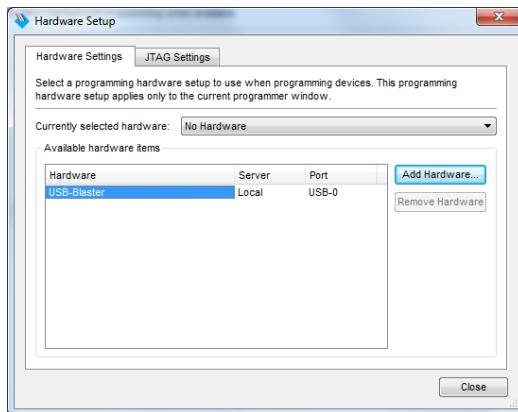

Figura 26 – Configuração da interface de programação da FPGA (USB-Blaster).
18. Configure a interface usada para programação da FPGA, premindo o botão “Hardware Setup” e selecionando a opção “USB-Blaster” (Figura 26). Caso esta opção não esteja disponível, verifique se a placa possui a alimentação ligada e está conectada ao computador através do cabo USB.